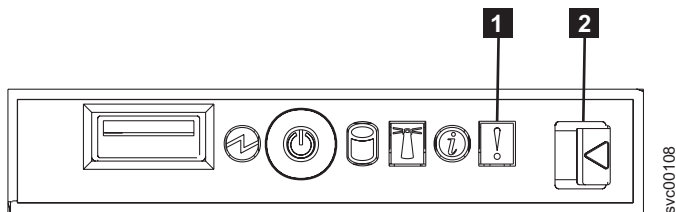

図 118. オペレーター・パネル表示装置
4. オペレーター・パネル・リリース・ラッチ **2** を押して、オペレーター・パネル表示装置を SAN ボリューム・コントローラー 2145-8F2 からスライドさせます。図 118 を参照してください。